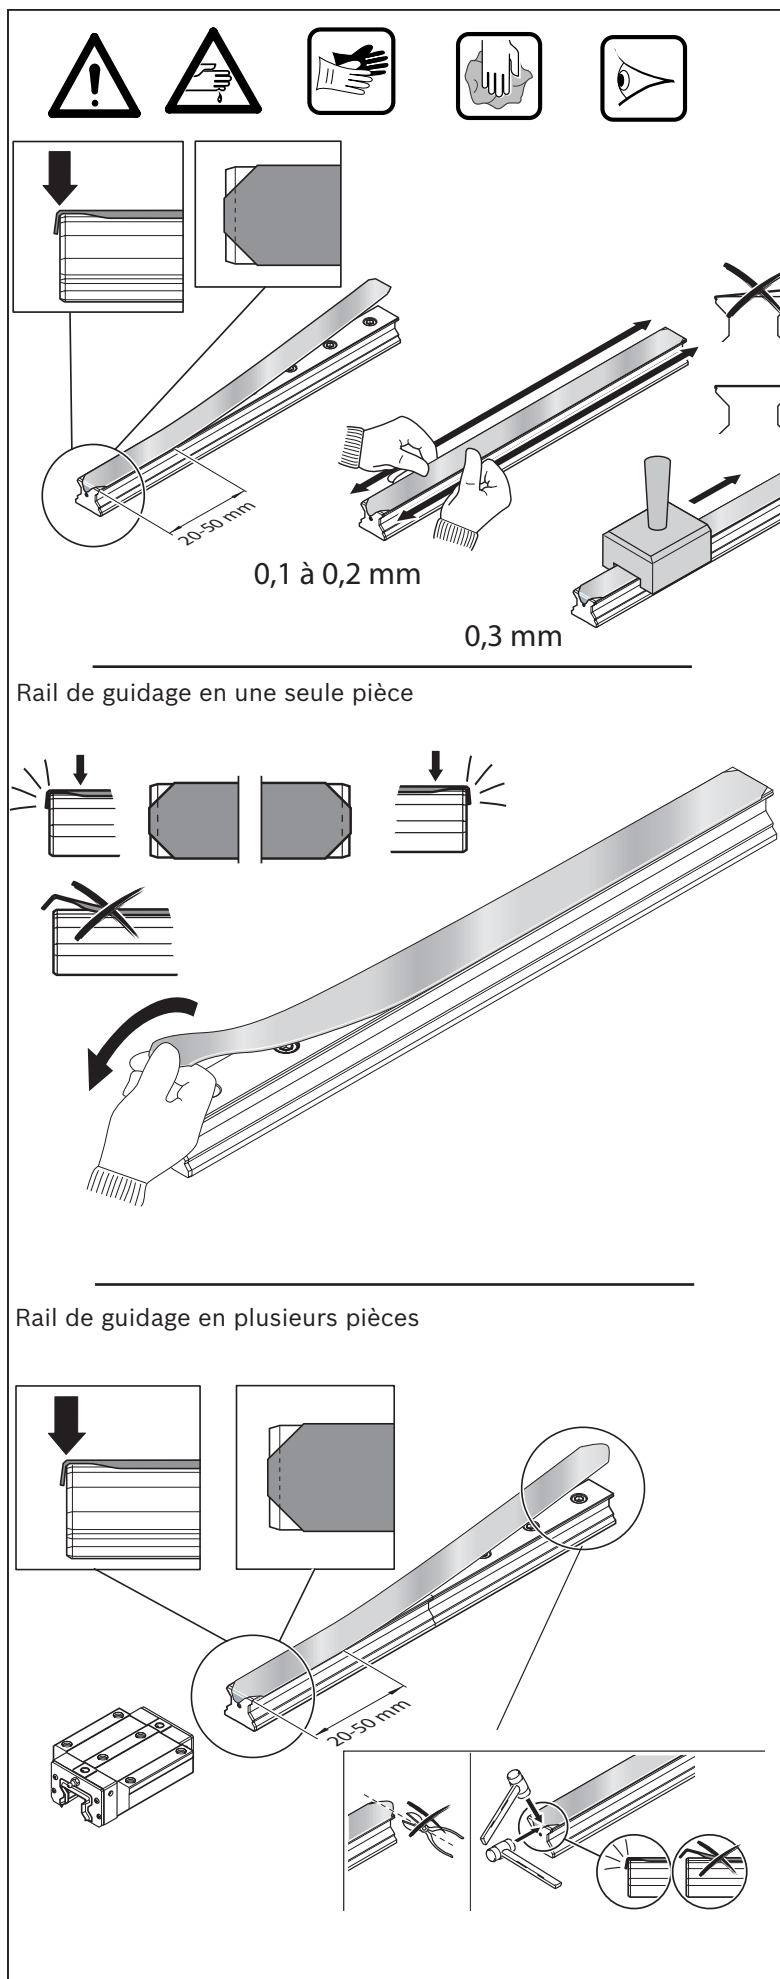

Fig. 35 : Montage de la bande de protection
- ▶ Le cas échéant, raccourcir la languette repliée jusqu'à ce que le taraudage de la face avant soit visible ➡ Fig. 35